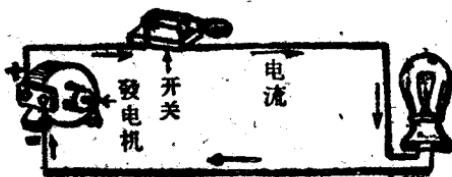
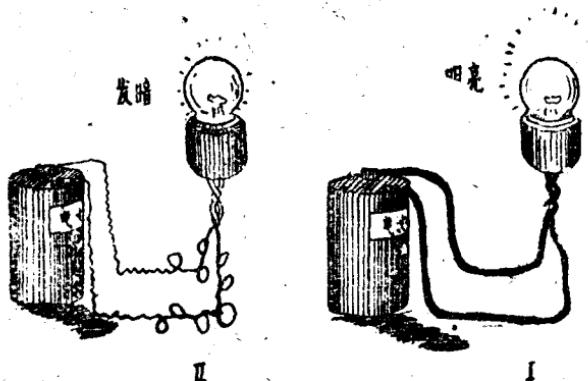

图 3
图 5
导体内的自由电子在平常的情况下是乱跑的，有的往东，有的往西，沒有一致的固定方向，因此形成不了电流；但是，如果設法給它們加上一种力，就可以用压力推着它們朝一个方向跑，这就形成了“电流”。譬如說把电灯用銅線接到发电机上，銅線里的自由电子受到发电机的压力，就产生了电流，于是电灯就亮了（图 3）。
讓电流克服导体内的阻力（电阻）而流过导体，要靠一种压力，这种使电流流动的压力就叫做“电压”。图3中电流通过灯
前面講过，电流流过导体时，要受到电阻的阻力，因此在通过导线时电压就要逐渐降低。譬如，把小灯泡直接用粗导线接在电池的接线端子上，灯泡很亮（图5，Ⅰ）；但是，如果用很细的長线来接，小灯泡就要发暗了（图5，Ⅱ）。这就是因为电压降低了的缘故。这种現象就叫做“电压降落”。根据这个原理，所以在电焊时，所用的导线要有一定的粗度，并且不能过長。
通过电流的路，叫做“电路”，如图 3 和图 5 都是电路。每个完整的电路都有三个主要部分：
1. 电源：图 3 的发电机和图 5 的电池都是电源。电源的两个端子，一端有过剩的电子，另一端又电子不足，因此电源两端存在着压力差，而能使电流流动，产生电。
2. 用电设备：如图 3 和图 5 中的灯泡。另外如电动机、电炉和电焊电弧等都是用电设备。